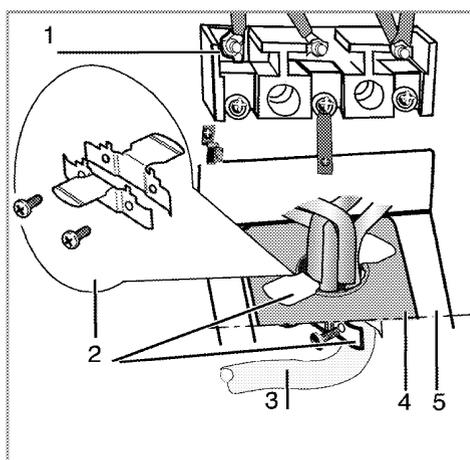

Figure 6
- 3 - En utilisant l'ouverture d'un diamètre de 1-3/8 po. insérer le cordon de décharge de traction et le cordon d'alimentation dans l'ouverture et sécuriser la décharge de traction comme montré dans les instructions pour le cordon d'alimentation à la figure 6.